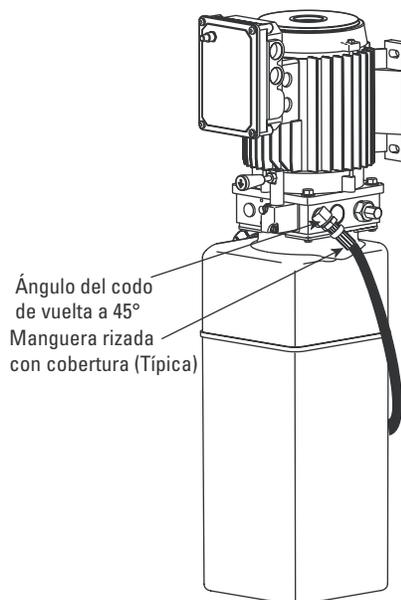

Fig. 21
- Instale y apriete a mano el codo a la bomba hasta que la junta tórica esté asentada y el codo esté hacia abajo a unos 45°, Fig. 21. Continúe apretando la contratuerca a 10-15 pies-libras (14-20 Nm), o hasta que la tuerca y la arandela estén asentadas al colector de la bomba. NOTA: Podría todavía ser capaz de girar el codo. Esto es aceptable a menos de que haya filtración hacia la junta tórica. De ser así, apriete suavemente la contratuerca.